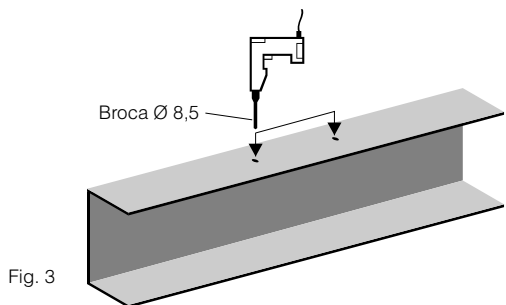

Fig. 3
3. Quitar la plantilla y ensanchar los agujeros en el bastidor con un taladro dotado de broca con diámetro de 8,5 mm (Fig.3).